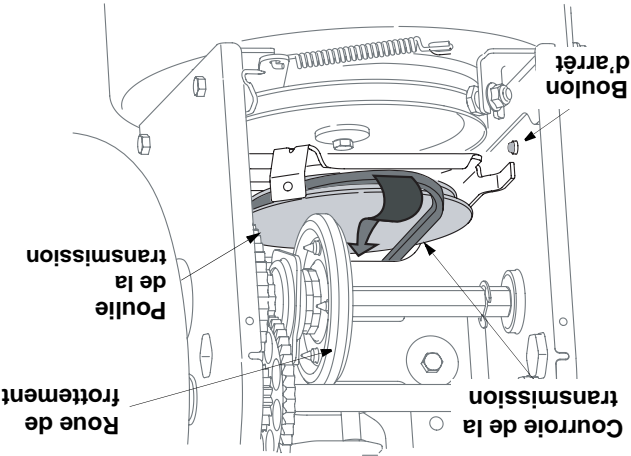

Figure 27
- Dévissez le bouton d'arrêt pour créer un espace suffisant entre le disque de la roue de frottement et la poulie de la transmission ainsi que du disque de la roue de frottement. Voir la Figure 27.
- Débranchez le ressort pour éliminer la tension sur la courroie de la tarrière. Enlevez la courroie usagée et remplacez-la par une courroie neuve bien installée dans la rainure. Voir la Figure 27.
- Enroulez la courroie de la tarrière sur la poulie de la tarrière. Voir la Figure 27.